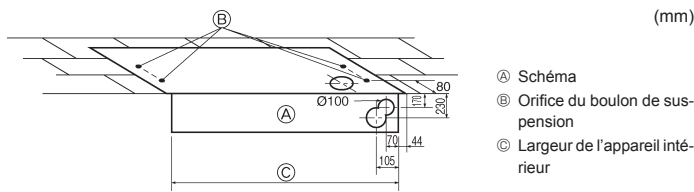

Fig. 3-3
3) Sélection des boulons de suspension et des emplacements des tuyaux (Fig. 3-3)